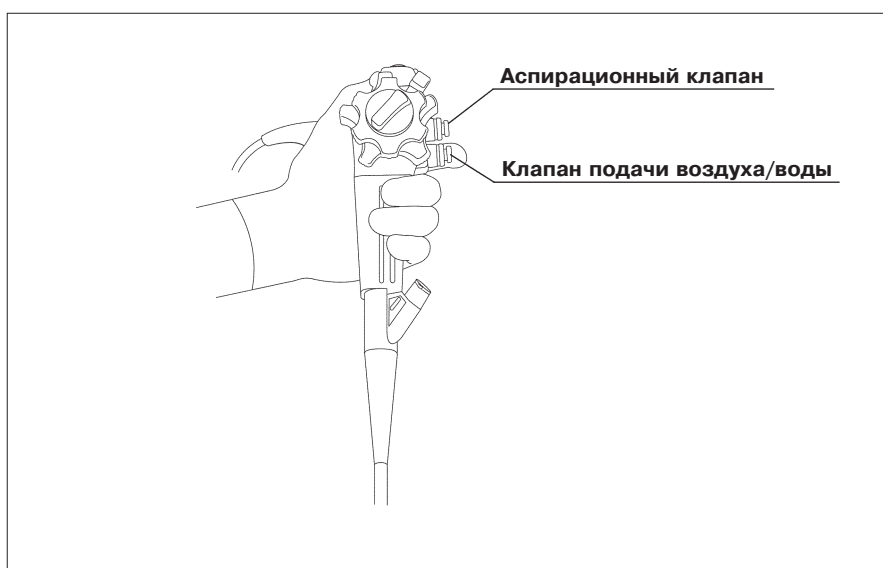

Рис. 4.3
1. Закройте отверстие клапана подачи воздуха/воды пальцем для подачи воздуха через отверстие канала на дистальном конце эндоскопа (см. рис. 4.3).
2. Нажмите на клапан подачи воздуха/воды для подачи воды на линзу объектива (см. рис. 4.3).
Для проведения аспирации жидкостей или других материалов, появляющихся в эндоскопическом поле зрения, необходимо нажать на аспирационный клапан (см. рис. 4.3).